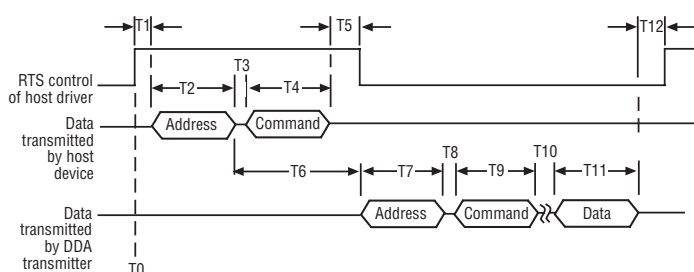

Fig. 5 : Informations sur la temporisation du protocole de réseau
Les séquences de temporisation du protocole de réseau (séquences d'interrogation) sont illustrées sur la Figure 5. Cette représentation chronologique des séquences de transmission des données fournit également des informations sur le contrôle de l'ordinateur hôte sur la carte de communication RS-485 et illustre le contrôle activé par le pilote, via la ligne de contrôle RTS.
1. Le début de la séquence commence lorsque l'hôte active son pilote RS-485 pour transmettre les octets Adresse/Commande (voir la ligne de temps « T0 » sur la Figure 5).
De nombreuses cartes de communication (pilotes de ligne) à utiliser avec l'équipement informatique hôte utilisent une entrée de ligne de contrôle spéciale pour contrôler l'activation et la désactivation du pilote RS-485. En général, cette entrée est raccordée à la ligne de contrôle du port de communication RTS ou DTR. L'ordinateur peut alors contrôler l'état du pilote en basculant les lignes de signal RTS ou DTR via le contrôle du logiciel. La Figure 5 illustre cette méthode de contrôle. D'autres méthodes de contrôle sont aussi utilisées en fonction du fabricant de l'équipement.